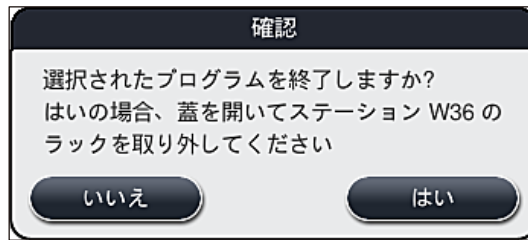

図93
5. 続けて表示される情報メッセージ (→「図 93」) に対し、「はい」ボタンを選択して、プログラムの中止を確定します。「いいえ」を選択すると、プロセスステータス表示に戻ります。
表示されるメッセージ (→「図93」) をよく読み、必ず指示にしたがってください。